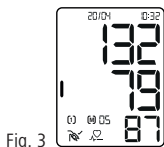

Fig. 3
- Una vez finalizada la medición, en la pantalla aparecen simultáneamente los valores de tensión arterial sistólica y diastólica y debajo el pulso (véase la fig. 3).